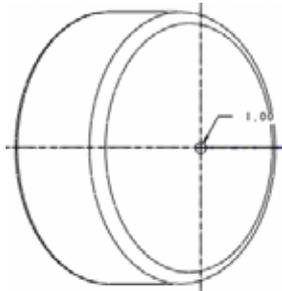

图 35-15
- (5) 单击  完成扫描轨迹绘制，在弹出的【属性】菜单中单击【自由端点】|【完成】选项。
- (6) 系统进入草绘工作环境，绘制直径为 1 的小圆作为扫描截面，如图 35-15 所示。